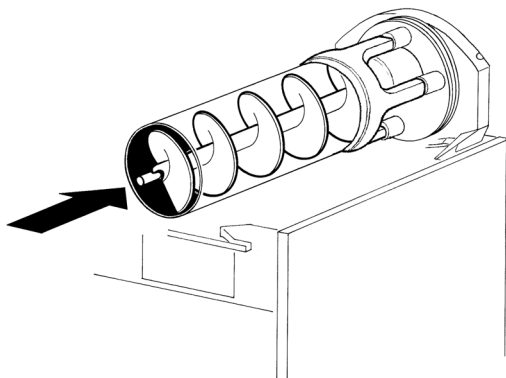

figura 13
**4** Enfilar el rascador interior en el evaporador, acompañándolo con cuidado, evitando tocar la pared posterior (ver figura 13).